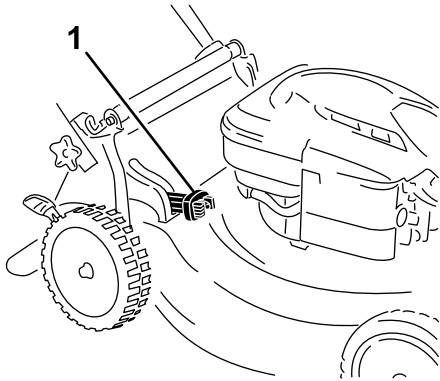

図 16
- 集草しながらの刈り込みをしたい場合には、レバーの頭部にあるボタンを押し込んでレバーを前に倒します。ボタンが飛び出して来ればセット完了です 図 16。